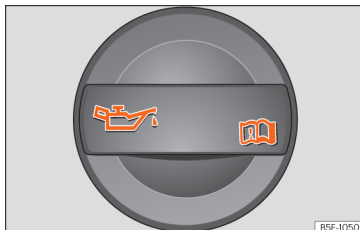

Abb. 213 Deckel der Motoröl-Einfüllöffnung im Motorraum
- Schrauben Sie den Deckel der Motoröl-Einfüllöffnung ab »» **Abb. 213.**